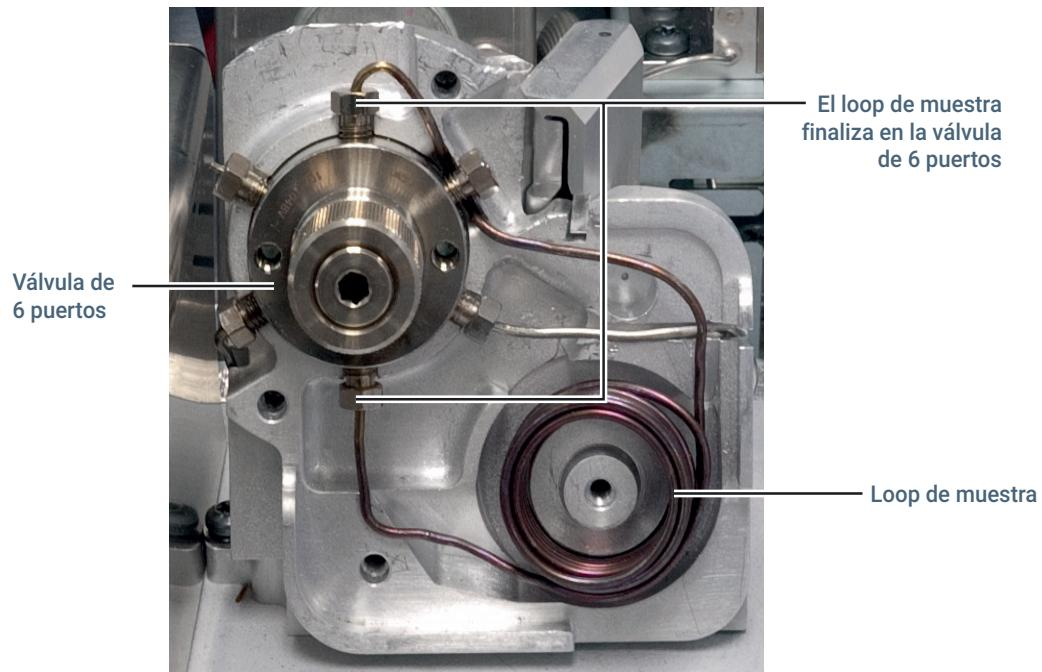

Figura 19. Desconexión del loop de muestra de la válvula de 6 puertos
- 7 Con una llave de 1/4 pulgadas, desconecte los dos extremos del loop de muestra de la válvula de 6 puertos (Figura 19).
- 9 Quite la cubierta de loop de muestra (Figura 19). Tire de la conexión de la sonda de muestra aflojada lo suficiente para deslizar el tubo del loop de muestra por debajo de ella.